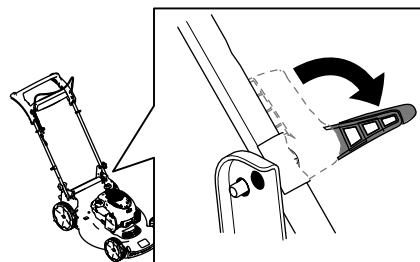

Figura 18
3. Disinnestate i fermi delle stegole (Figura 18).